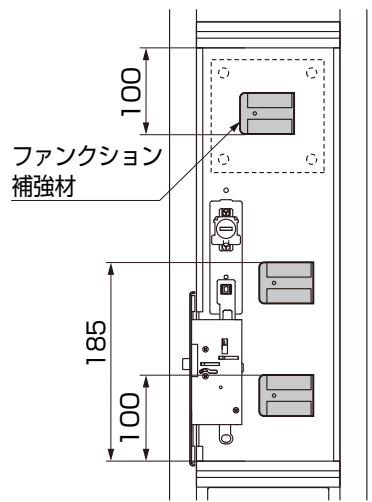

図11-8 面付型の場合
- インターホン面付型の場合は、ファンクション補強材を3つ使用してください。(図11-8参照)